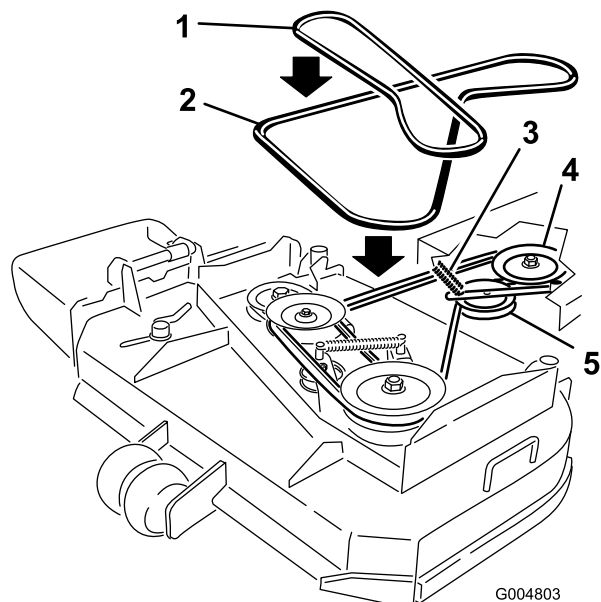

Figura 45
6. Deslize a correia para fora da polia central na plataforma do cortador (Figura 45). Tenha cuidado ao remover a correia, uma vez que o tensionamento aumenta devido à força da mola da polia intermédia.
7. Remova a correia da polia do motor e da polia intermédia da mola (Figura 45).
8. Instale a nova correia na polia do motor e da polia intermédia da mola (Figura 45).
9. Deslize a correia para a polia central na plataforma do cortador (Figura 45). Tenha cuidado ao instalar a correia, uma vez que o tensionamento diminui devido à força da mola da polia intermédia.